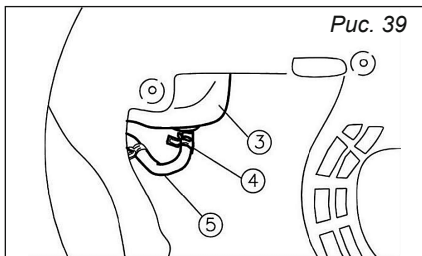

Рис. 39
2. Удерживайте и поднимите зажим ④, затем снимите шланг ⑤ с бака, *рис. 39.*